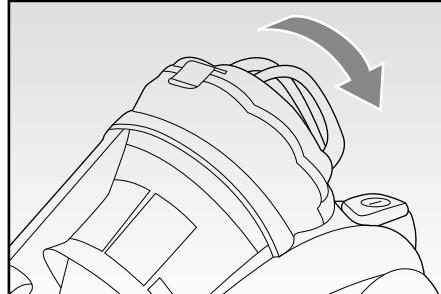

Fig. 11
- Prima di procedere con un nuovo utilizzo, occorre riassemblare il contenitore (A).
- Inserire il filtro all'interno del contenitore (A) e bloccarlo ruotandolo in senso antiorario.
- Reinserirre poi il contenitore della polvere completo (A) sul corpo dell'apparecchio premendolo leggermente fino ad udire lo scatto di avvenuto aggancio (Fig. 11).